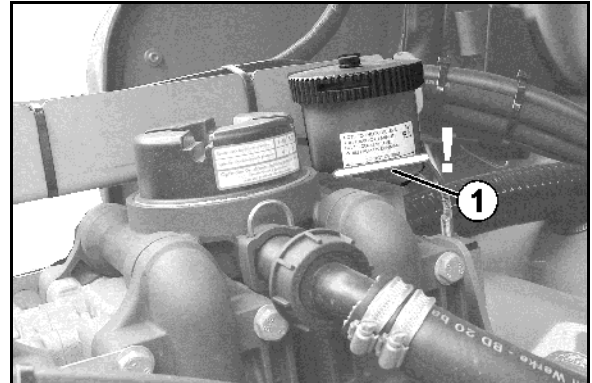

Bild 200
2. Blås ur förångaren (Bild 200/2) och varmvattnelementet (Bild 200/3) med tryckluft (max 5 bar).
3. Byt ut skadade tätningar (Bild 200/1) under locket .